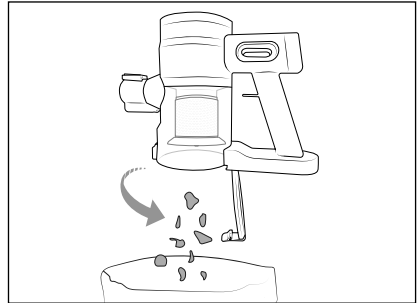

Fig. 10
- 1) Retirez si nécessaire le tube d'aspiration télescopique **16**. Tenez le bac à poussière **2** dans une poubelle et appuyez sur la touche de déverrouillage du couvercle du bac à poussière **4**. Le couvercle du bac à poussière **3** s'ouvre et son contenu est vidé dans la poubelle (voir fig. 10).